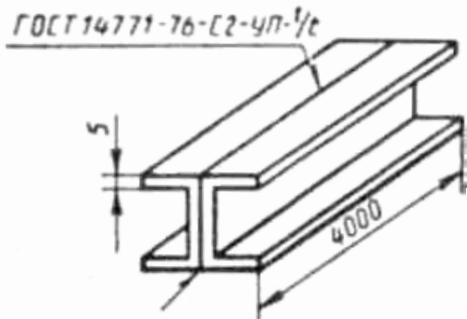

Рис. 37
2. Разработайте процесс сварки двутавровой балки (рис. 37) из стали марки Ст3. Шов прерывистый: l/t - 100/200. Укажите тип соединения и форму разделки кромок под сварку по ГОСТу. Приведите эскиз сечения шва с указанием размеров. Выберите марку и диаметр электродной проволоки. Подберите режим сварки. Укажите вылет электрода, род тока и полярность. По размерам шва подсчитайте массу наплавленного металла. Определите расход электродной проволоки с учетом потерь я защитного газа, расход электроэнергии и время сварки изделия. Укажите методы контроля качества сварного шва.